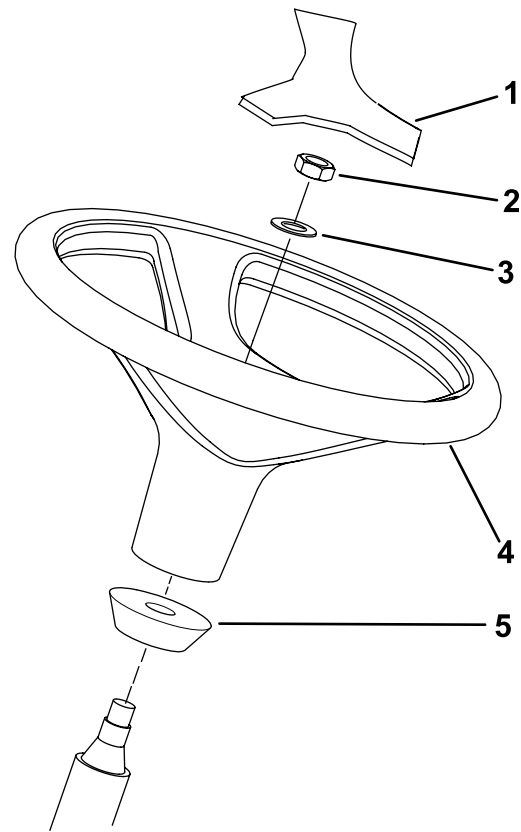

Bild 13
1. Nehmen Sie das Lenkrad von der Versandpalette ab (Bild 13).
3. Ziehen Sie das Lenkrad und die Scheibe auf die Lenkwelle auf (Bild 13).
5. Befestigen Sie die Abdeckung am Lenkrad (Bild 13).